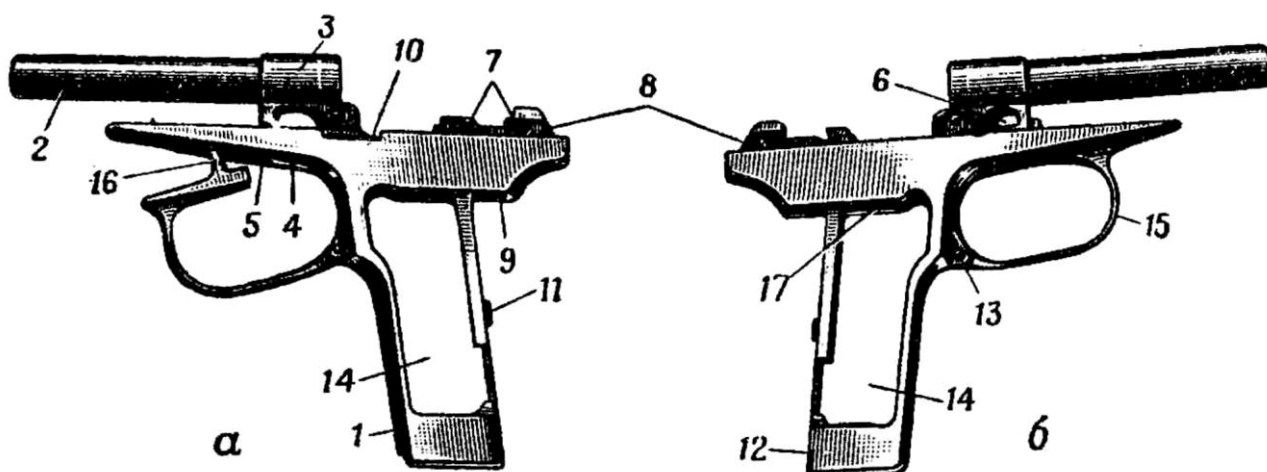

Рис. 25. Рамка со стволом и спусковой скобой:
23. **Рамка со стволом и спусковой скобой** (рис. 25).